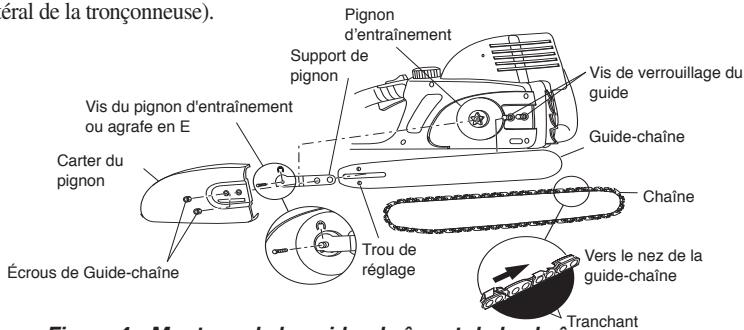

Figure 4 - Montage de la guide-chaîne et de la chaîne
3. Desserrez et retirez la vis du pignon d' entraînement ou l' agrafe en E de l' arbre (Voir la Figure 4). Retirez le support du pignon.
6. Placer la chaîne autour du pignon d' entraînement, ensuite le long de la rainure supérieure du guide-chaîne et autour du nez du guide-chaîne. **Note :** S' assurer que la face tranchante des maillons de la chaîne soit placée dans la bonne direction. Placer la chaîne de façon à ce que la face coupante des maillons sur le secteur supérieur du guide-chaîne soit dirigée vers le nez du guide-chaîne (Voir la Figure 4 et le voyant sur le capot latéral de la tronçonneuse).
9. Tout en tournant le bouton de tension de chaîne (Modèle RM1635W) ou la vis de tension de chaîne (Modèle RM1632A), ajustez la position du bloc d' ajustement jusqu'à ce qu'il soit aligné et inséré dans le trou d' ajustement sur la barre de guidage (Voir les Figures 4, 5 et 6). Le fait de tourner le bouton de tension de chaîne ou la vis de tension de chaîne dans le sens des aiguilles d' une montre déplacera la bloc d' ajustement vers l' arrière de la barre de guidage. Le fait de tourner le bouton de tension de chaîne dans le sens des aiguilles d' une montre déplacera la bloc d' ajustement à l' avant de la barre de guidage.